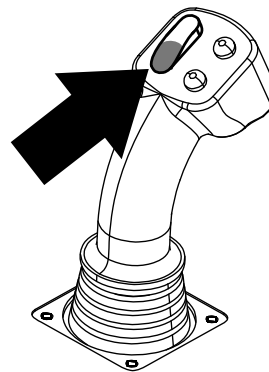
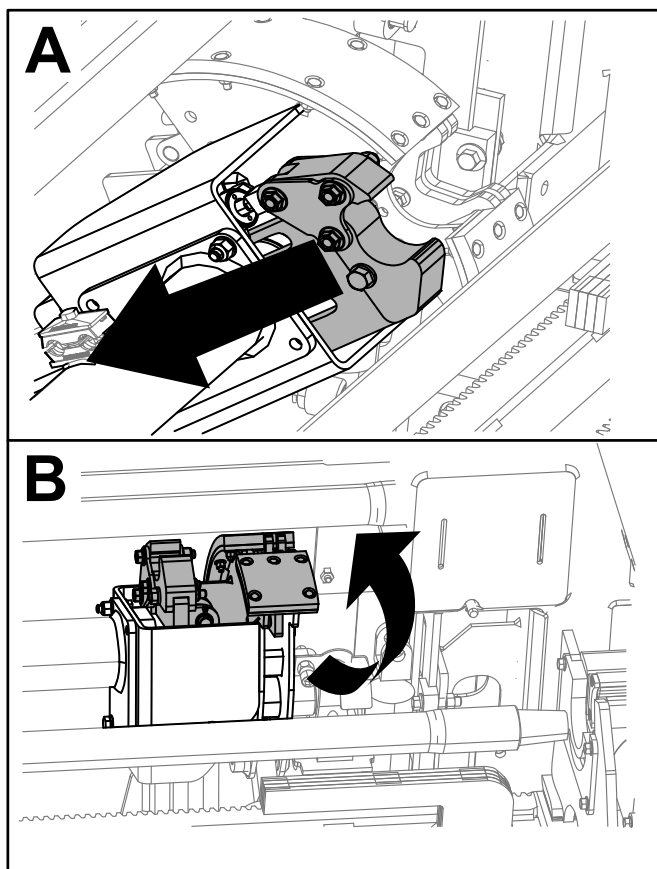

Рисунок 38
Рисунок 39
11. Удерживайте нижнюю часть перекидного переключателя (Рисунок 38) до тех пор, пока рычаги не будут убраны и кулачковый механизм не вернется в исходное положение (ряд 3) (Рисунок 39).